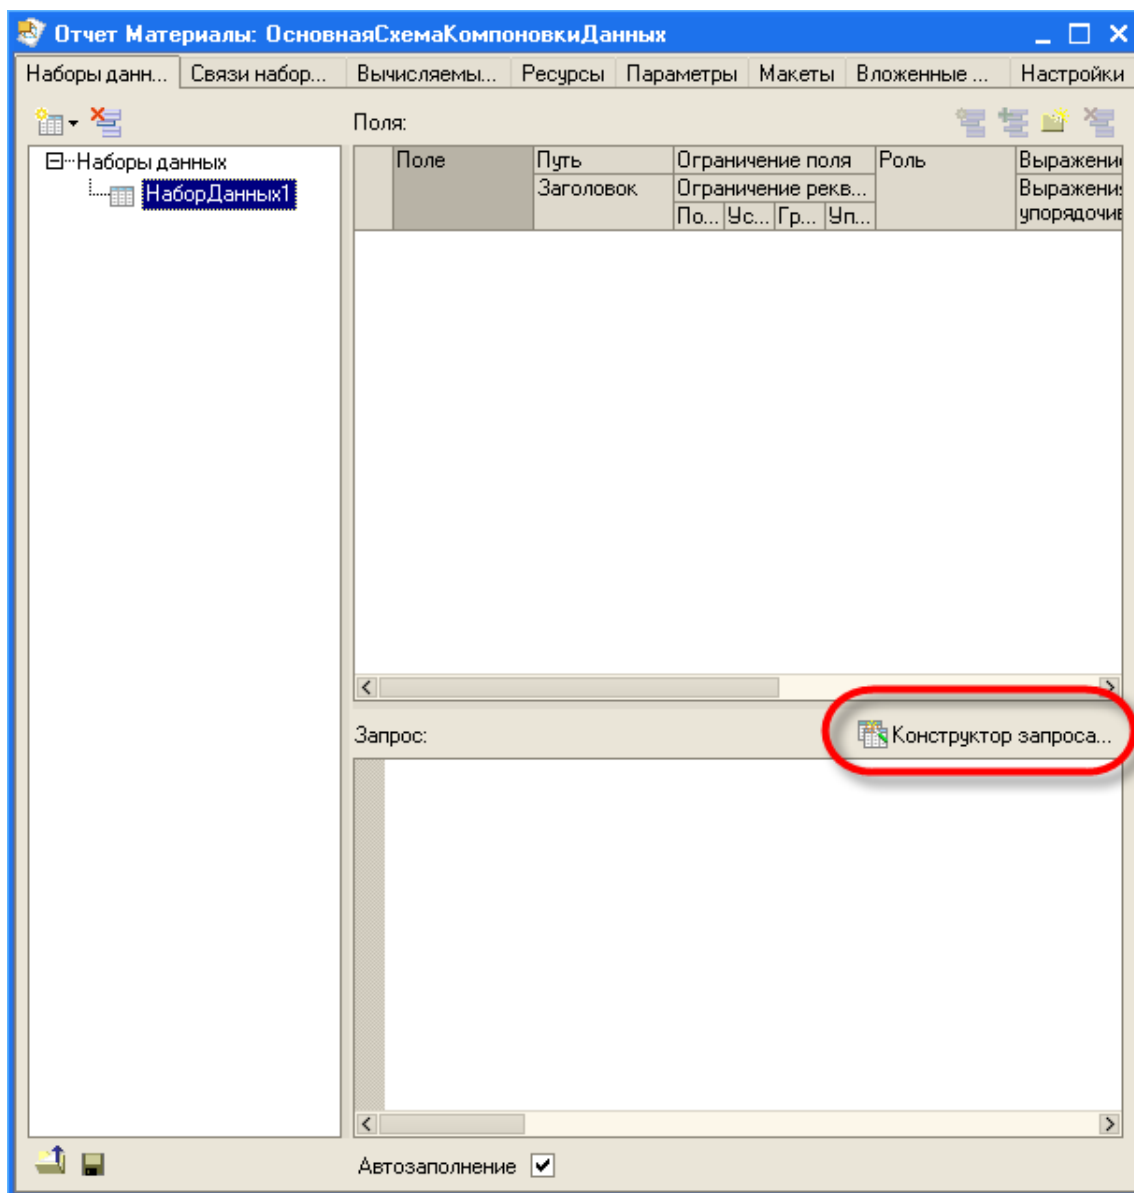

Рис. 4. Вызов конструктора запроса из конструктора схемы компоновки данных
5. Для того чтобы создать текст запроса, запустите конструктор запроса – кнопка Конструктор запроса (рис. 4):